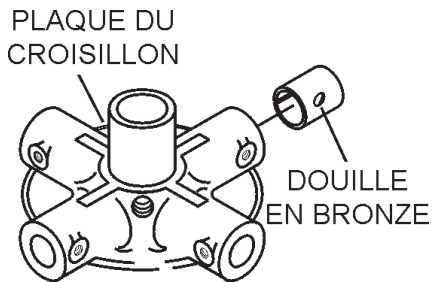

Figure 42. Douilles en bronze
4. Examinez la douille en bronze (Figure 42) du bras de la talocheuse-lisseuse et nettoyez-la au besoin. Remplacez la douille si elle est déformée ou usée.